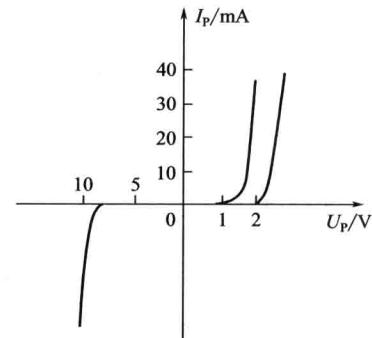

图 1-8 发光二极管符号和伏安特性曲线
(1) 发光二极管及其应用
① 发光二极管的符号及特性 发光二极管的符号如图 1-8(a) 所示。它是一种将电能直接转换成光能的半导体器件，由磷砷化镓 (GaAsP)、磷化镓 (GaP) 等半导体材料制成，简称 LED (Light Emitting Diode)。发光二极管和普通二极管相似，也由一个 PN 结组成。发光二极管在正向导通时，由于空穴和电子的复合而发出能量，发出一定波长的可见光。光的波长不同，颜色也不同。常见的 LED 有红、绿、黄等颜色。发光二极管的驱动电压低、工作电流小，具有很强的抗振动和抗冲击能力。由于发光二极管体积小、可靠性高、耗电省、寿命长，被广泛用于信号指示等电路中。
发光二极管的伏安特性如图 1-8(b) 所示。它和普通二极管的伏安特性相似，只是在开启电压和正向特性的上升速率上略有差异。当所施加正向电压未达到开启电压时，正向电流几乎为零，但电压一旦超过开启电压时，电流急剧上升。发光二极管的开启电压通常称作正向电压。例如 GaAsP 红色 LED 约为 1.7V，而 GaP 绿色的 LED 则约为 2.3V。几种常见的发光材料的主要参数如表 1-1 所示。LED 的反向击穿电压一般大于 5V，但为使器件长时间稳定而可靠的工作，安全使用电压选择在 5V 以下。